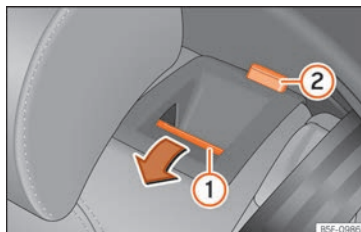

Fig. 105 Banquette arrière : rabattre le dossier.
- Appuyez sur la touche de déverrouillage »» fig. 105 ① vers l'avant en rabaisant simultanément le dossier. Le dossier arrière est débloqué quand le repère rouge est visible sur la touche ②.
Le dossier arrière est débloqué quand le repère rouge est visible sur la touche » fig. 105 ②.